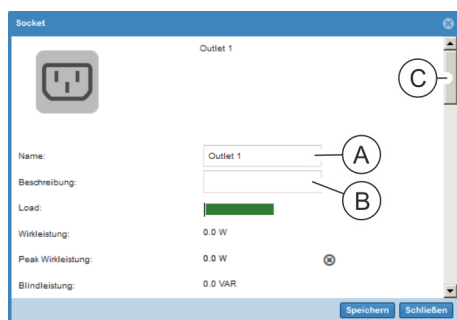

Abb. 129: Fenster "Socket"
⇒ Es öffnet sich das Fenster "PDU" (Abb. 129).
4. ➤ Im Fenster "Socket" bei Bedarf die Benennung der Steckdose (Abb. 129/Ⓐ) anpassen und bei Bedarf eine Beschreibung hinzufügen (Abb. 129/Ⓑ).
5. ➤ Mit dem Scrollbalken nach unten scrollen (Abb. 129/Ⓒ).